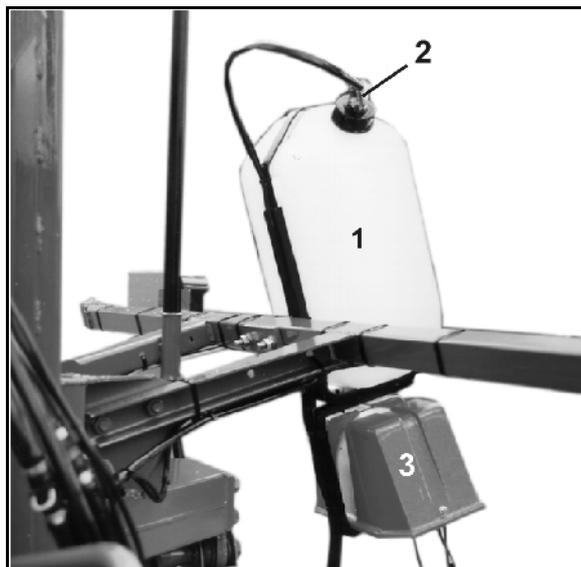

Fig. 124
- **Super-S-Gestänge Fig. 124/...**